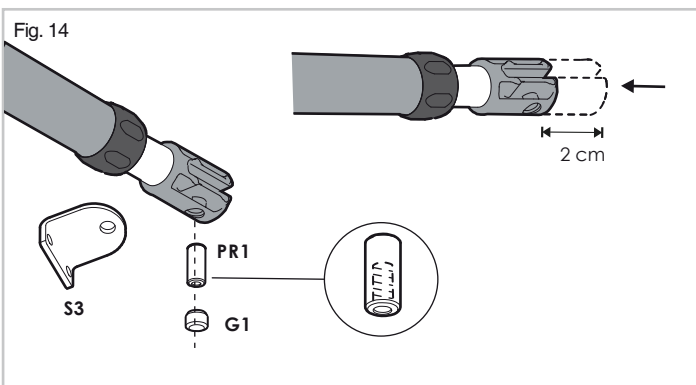

Fig. 14
- Recolha o braço de 2 cm, fig. 14.
- Coloque o **suporte S3** conforme fig. 14